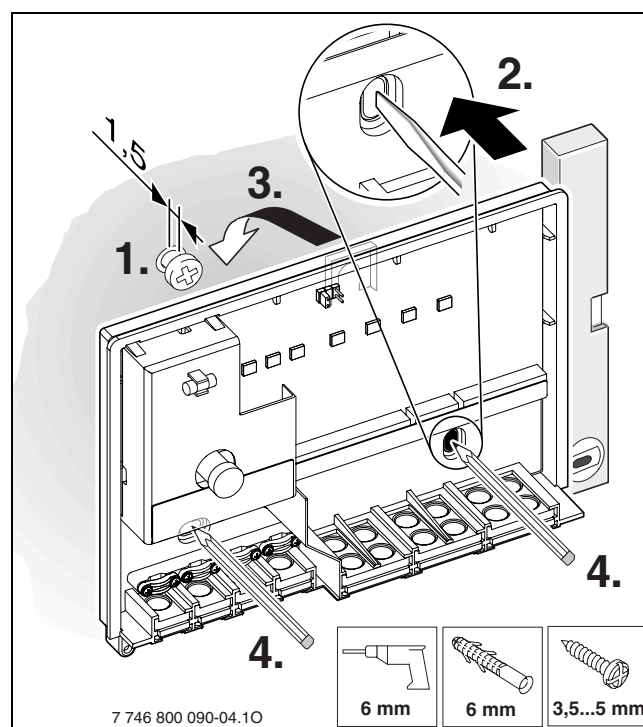

Fig. 8 Øverste monteringskrue
- Bor et hul med 6 mm Ø til den øverste monteringskrue, sæt dyvlen ind, og skru skruen i, til der mangler 1,5 mm (→ fig. 8).